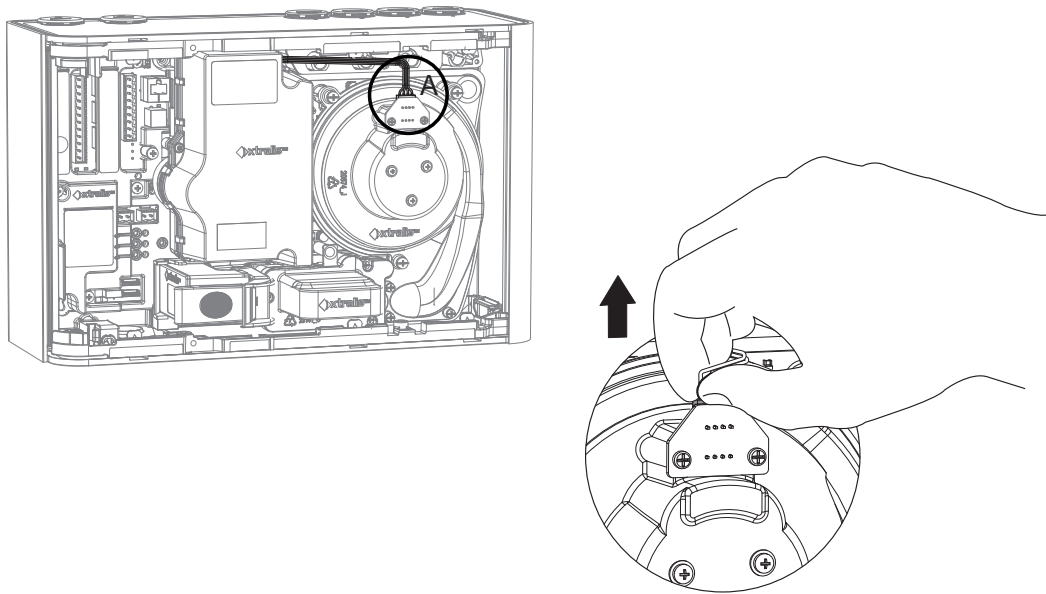

Figura 7-10: Desconecte el cable del aspirador
3. Desconecte el cable del aspirador (A) (Figura 7-10).